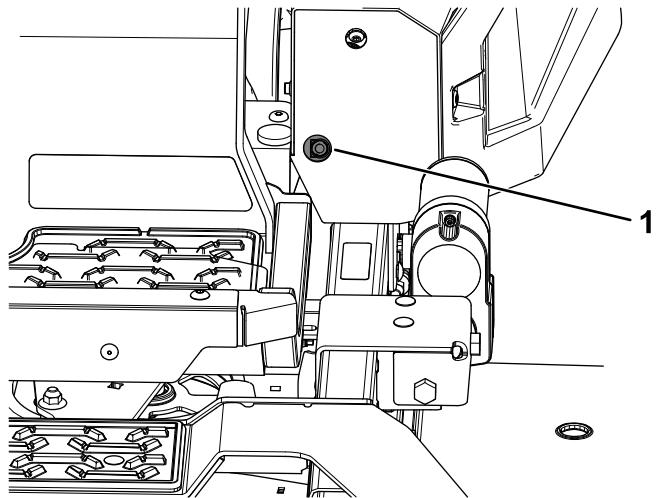
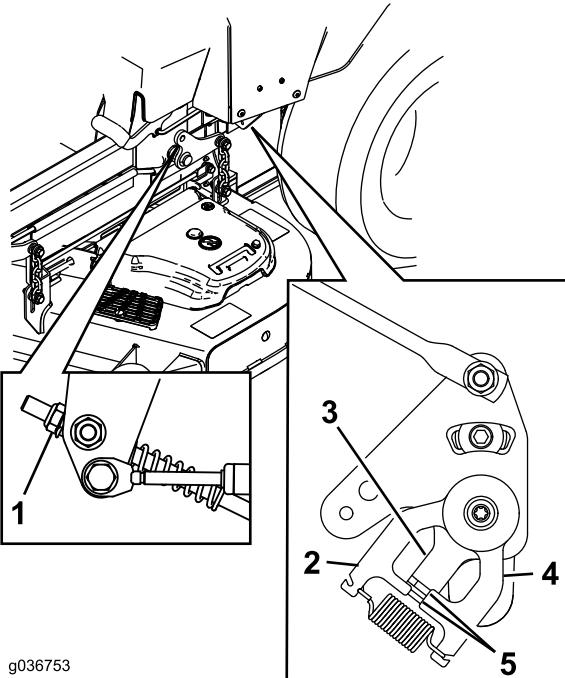

Figura 63
Figura 64
11. Reglați lungimile tijei de control a pompei prin rotirea piulei în direcția corespunzătoare până când roile încep să se rotească ușor în mararier (Figura 63 și Figura 64).